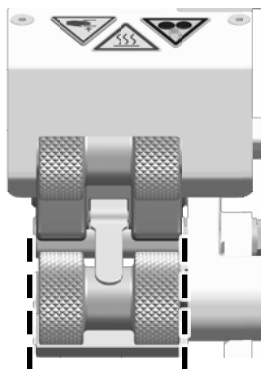

Figura 1
Compruebe si la **cuña calefactora (15)** está alineada centralmente con el rodillo de **accionamiento/presión (11)** (Figura 1). Si este no es el caso: